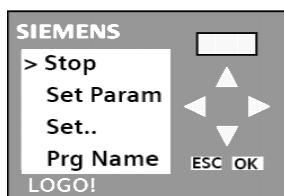

Figura 30. Menú para detener el programa o setear parámetros.
34. Presione el botón **ESC**, se mostrará la pantalla de la Figura 30, ubique el cursor “>” mediante los botones arriba o abajo  en la opción **Stop** y presione el botón **OK**, luego en la opción **Yes** para confirmar que si se quiere detener el programa, presione de nuevo **OK** y esta vez si verá el menú de la Figura 31.